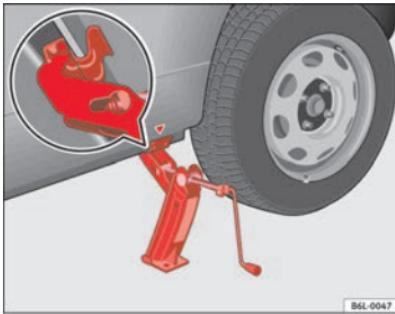

Fig. 130 Colocación del gato
- Posicione el gato de modo que su garra envuelva el nervio del larguero inferior y que la placa base móvil se apoye plana sobre el suelo ⇒ página 223, fig. 130.